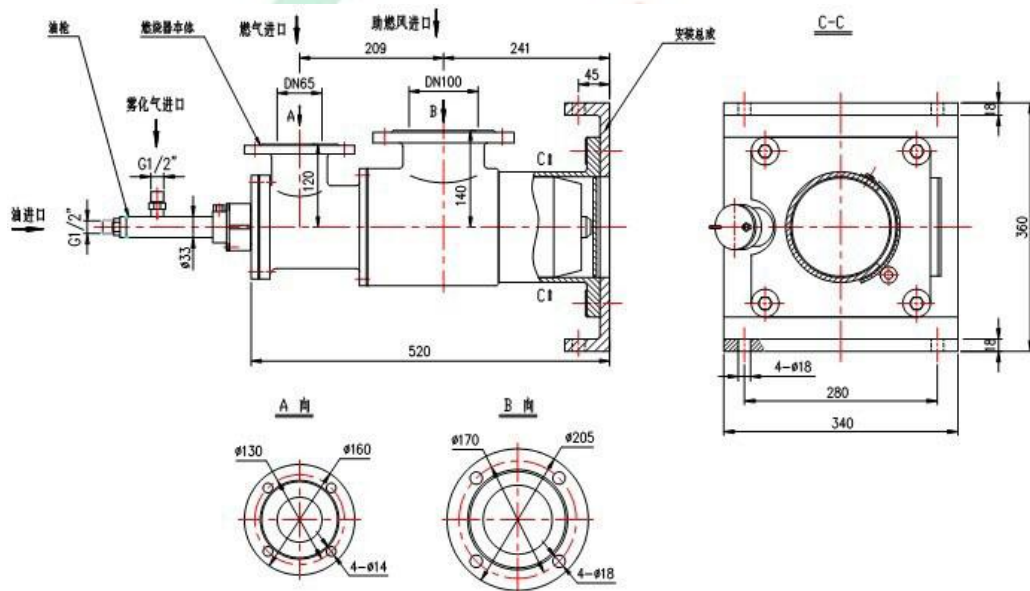

图 8、JDC-YJ80B 型燃烧器外形图及安装示意图
2... JDC-YJ80B 型技术性能参数：(外形安装图见图 8)